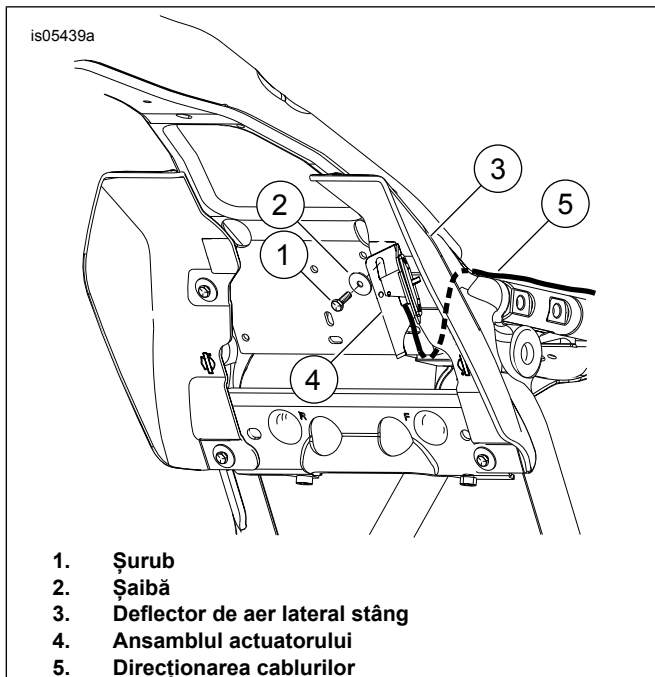

Figura 5. Montarea mecanismului de acționare cu deflector de aer mijloc cadru
3. Consultați Figura 5. Trageți clema de sârmă de bujie din plastic din orificiul plăcii de cadru în locul în care se va monta suportul mânerului de reglare. Aruncați clema din plastic a furtunului.
- A se vedea figura 5. Verificați dacă nu este conectat cablul de reglare a spătarului la suportul de montare. Pornind de la capătul de asamblare al mecanismului de acționare, treceți cablul de spătar pe sub placa transversală și în sus prin cadru (5).
10. A se vedea figura 5. Glisați partea plană a suportului ansamblului de acționare (4) în spatele firelor și aliniați orificiul superior al deflectorului cu fanta din suportul de reglare. Asigurați-vă că umărul îndoit în formă de cârlig al suportului se angrenează cu marginea plăcii transversale. Când este aliniat, introduceți și strângeți șurubul și șaiba.